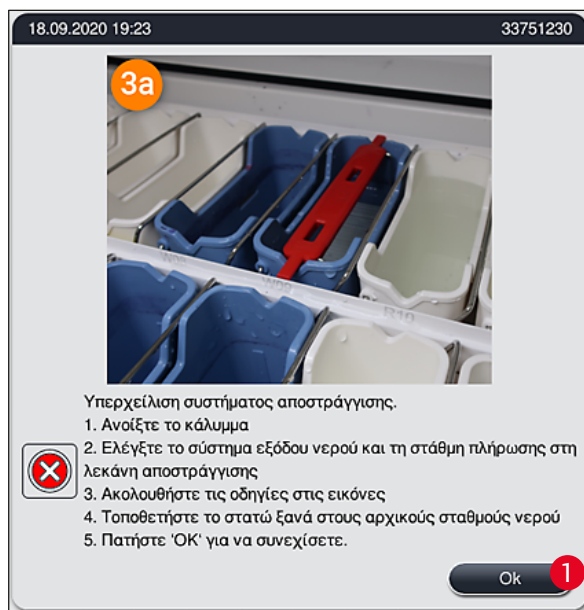

Fig. 120
Un blocco del sistema di scarico dell'acqua può essere causato da una griglia di scarico bloccata (→ "Fig. 98-1") o da un tubo flessibile di scarico ostruito (→ "Fig. 7-1"). Tale blocco potrebbe causare un innalzamento del livello dell'acqua nella vasca di scarico, generando un livello di acqua critico nello strumento. L'utente riceve un messaggio di errore sullo schermo (→ "Fig. 120") e un segnale acustico. I messaggi di errore forniscono all'utente una guida per rimuovere il blocco grazie a una sequenza di immagini (→ "Fig. 122").
- Se il livello dell'acqua nella vasca di scarico scende al di sotto del livello critico durante il processo di risoluzione, il messaggio (→ "Fig. 120") non è più visualizzato e un altro messaggio sul display informa l'utente che è possibile proseguire il processo di colorazione.